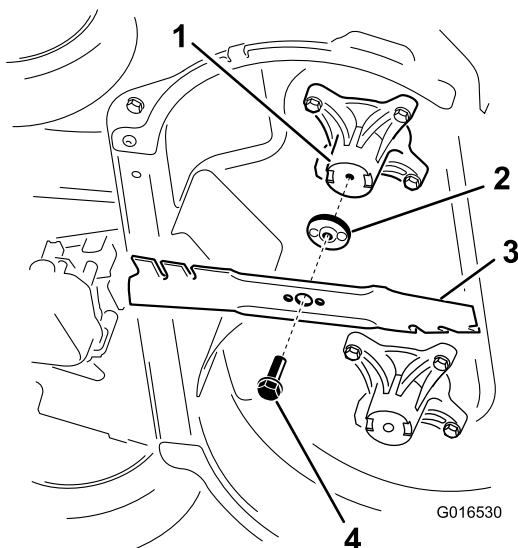

Figure 44
2. Déposez chaque lame comme illustré à la Figure 44.
1. Installez la première lame de sorte qu'elle soit horizontale, et reposez toutes les fixations, comme illustré à la Figure 44.